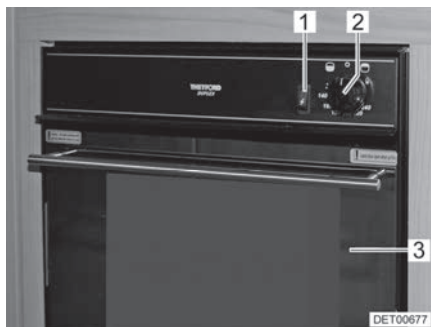
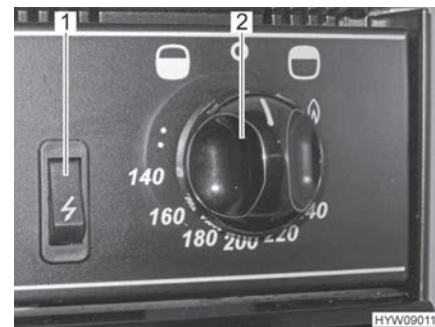

Fig. 181 Forno a gas con grill
Fig. 182 Elementi di comando (forno a gas con grill)
- Aprire completamente lo sportello del forno (Fig. 181,3).
- Premere il pomello girevole (Fig. 181,2 e Fig. 182,2) e ruotarlo in senso antiorario fino a raggiungere la posizione massima consentita (in direzione del simbolo del forno "🔥").
- Premere il pomello girevole (Fig. 181,2 e Fig. 182,2) e tenerlo premuto per 5-10 secondi. Il gas fluisce verso il bruciatore.
- Premere l'interruttore di accensione (Fig. 181,1 e Fig. 182,1) finché la fiamma brucia.
- Premere il pomello girevole (Fig. 181,2 e Fig. 182,2) e ruotarlo in senso orario (in direzione del simbolo del grill "🔥") e posizionarlo sul simbolo della fiamma).
- Ruotare il pomello girevole (Fig. 181,2 e Fig. 182,2) su "O". La fiamma si spegne.